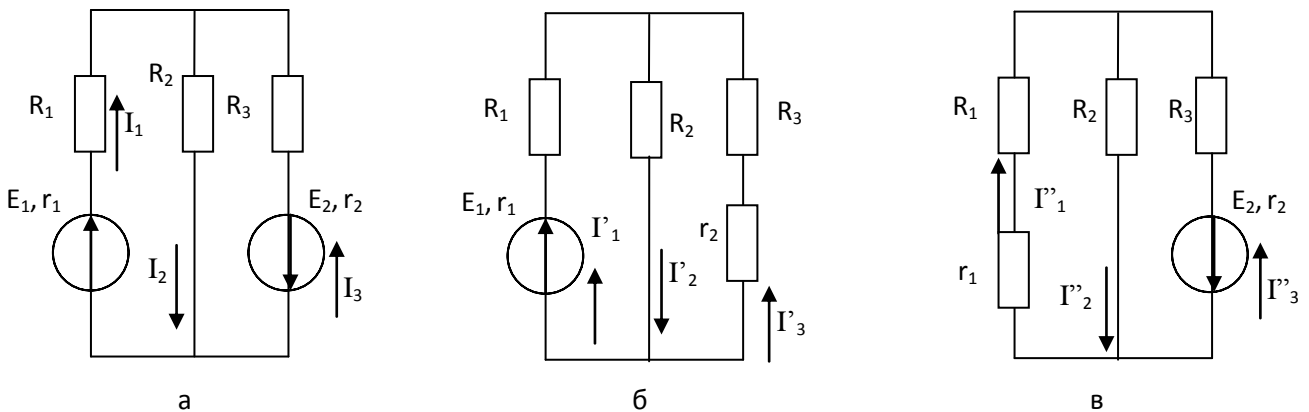

Рисунок 6.1.- Электрическая цепь
2. Начертить электрические схемы, для расчета электрической цепи методом наложения (рисунок 6.1)
Полная электрическая схема (рисунок 6.1. а)
Схема для определения частичных токов (рисунок 6.1. б)
Схема для определения частичных токов (рисунок 6.1. в)